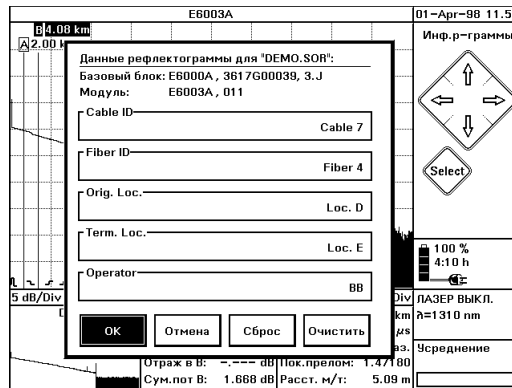

Рис. 50 Окно с информацией о рефлектограмме
- Будет показан перечень меток и комментариев (Рис. 50).